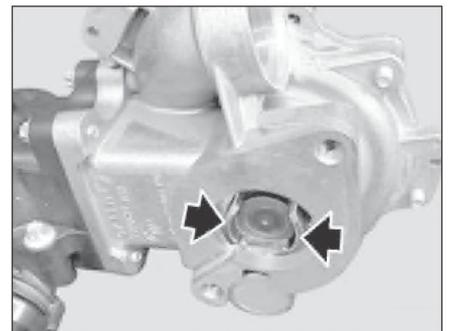

Рис. 3.120. Фрикцион
- Смазать дисковый фрикцион между насосами (рис. 3.120). Выставить фрикцион насоса (1) относительно привода насоса (16, см. рис. 3.18) и соединить насосы между собой. Сквозь шкив насоса (16) вставить болты крепления насоса (1) и затянуть их предварительным моментом 5,0 Н.м (0,5 кгс.м).